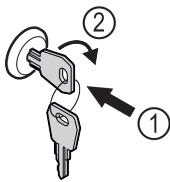

Fig. 176
- Vstavite ključ Fig. 176 (1).
- Ključ obrnite v smeri urnih kazalcev za 90° Fig. 176 (2).